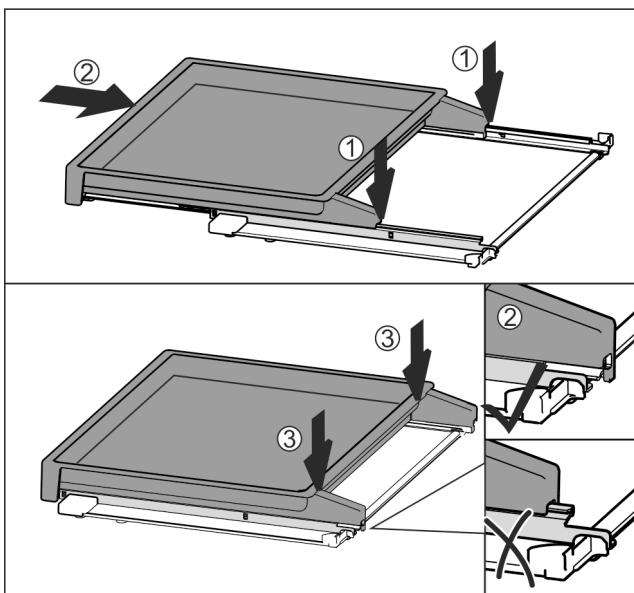

Fig. 79
- Установить по центру на направляющие Fig. 79 (1).
► Вставить вытяжную панель полностью Fig. 79 (2).
► Нажимать на задней стороне до тех пор, пока не будет слышна фиксация Fig. 79 (3).